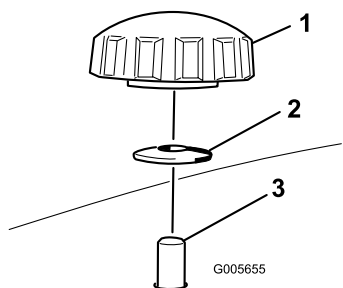
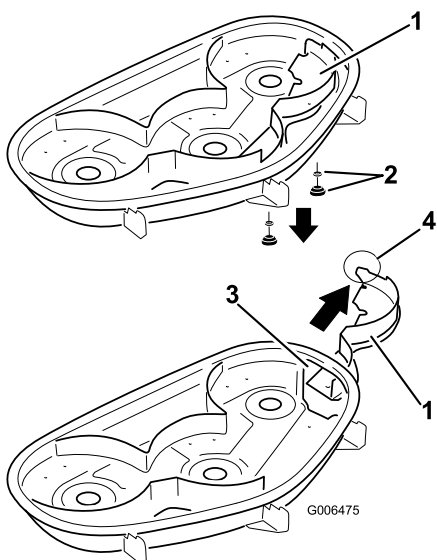

Figura 21
Figura 22
4. Retire los 2 pomos y las arandelas curvas que sujetan el deflector derecho al cortacésped, según se muestra en Figura 21.
5. Retire el deflector derecho y baje el deflector de hierba sobre el orificio de descarga, según se muestra en Figura 22 y Figura 21.
4. Pase el deflector derecho por el orificio de descarga y fíjelo con 2 pomos y arandelas curvas (cara ahuecada hacia el cortacésped) según se muestra en Figura 21 y Figura 22.